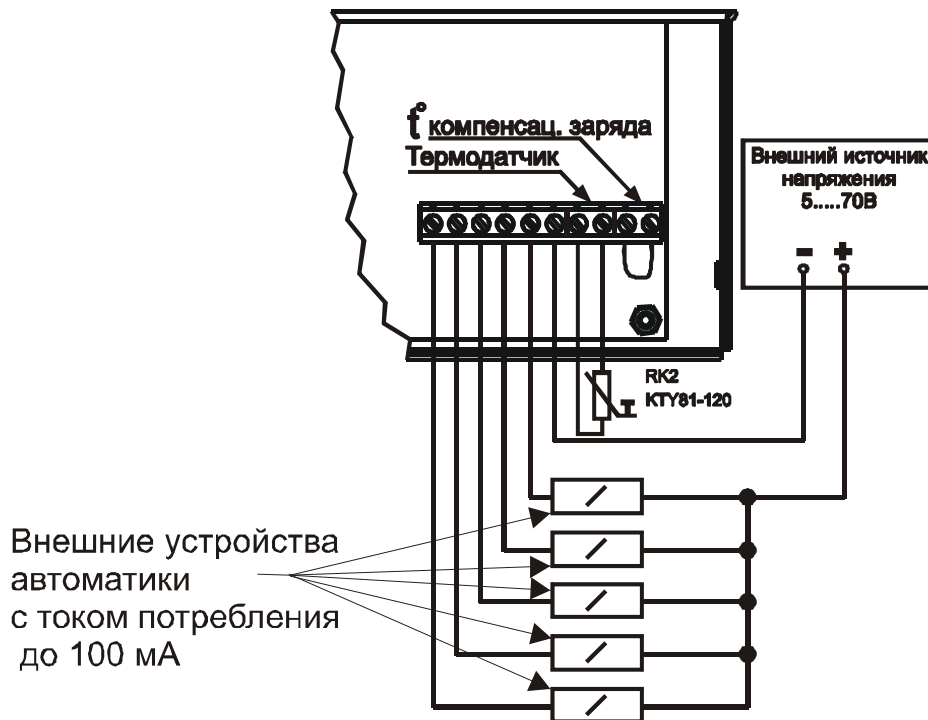
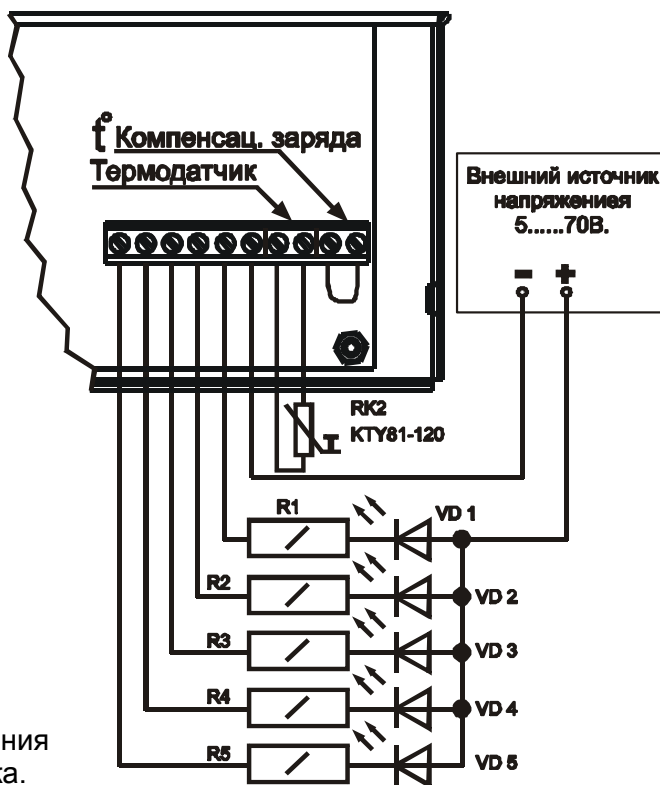

Рис. 5
Рис. 6
- ◆ Подключите, при необходимости, внешние устройства автоматики рис. 5 (или внешние цепи индикации рис. 6) к выходам типа открытый коллектор «OK1, OK2, OK3, OK4, OK5».